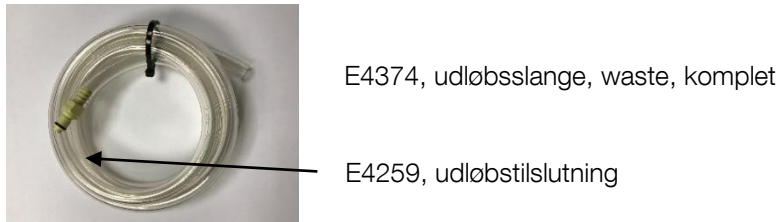

Fig. 7.2.3
- 1 udløbsslange (Ø 14,3 mm) med tilslutning, E4374, fig. 7.2.3